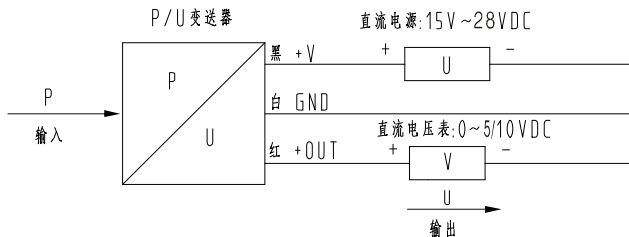

图 13
6.3.3 三线制, 0~5/10VDC 输出的变送器电气连接方法见图 13。